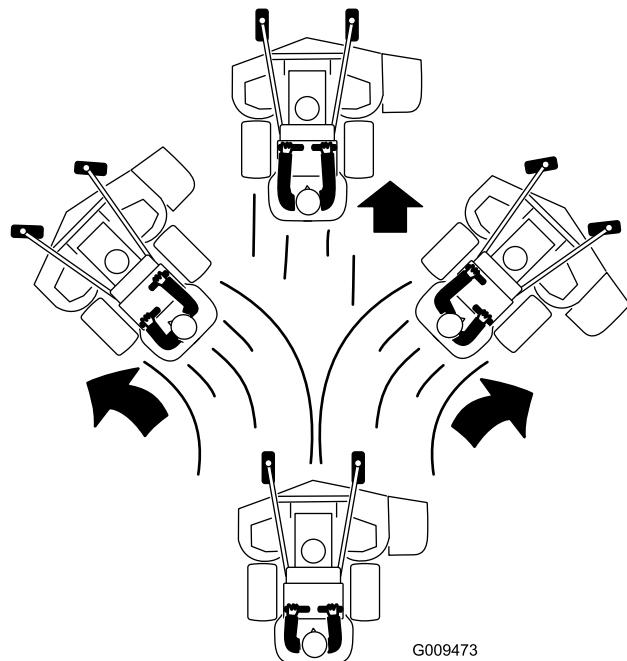

Bild 21
3. Schieben Sie die Fahrantriebshebel langsam nach vorne (**Bild 21**).